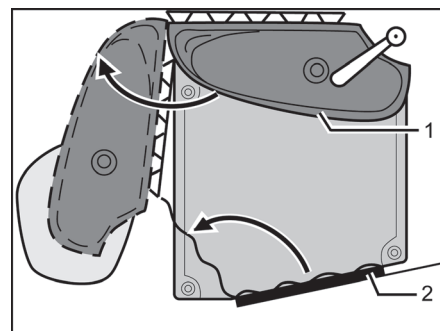

Bild 250 Vario-toalett
- Vrid tvättstället med bakväggen (Bild 250,1) i pilens riktning.
- Gå in i toaletterummet och stäng och lås toalettdörren (Bild 250,2) inifrån.